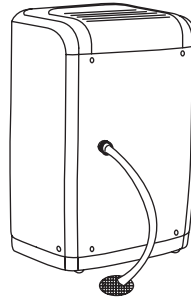

fig. 4
6. Introduceți capătul furtunului în canalul de scurgere. (fig. 4)